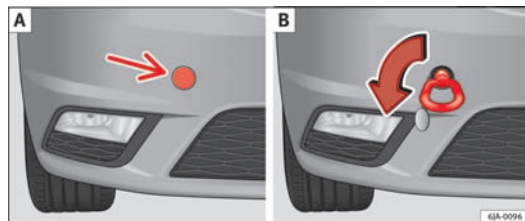

Fig. 138 Forreste stødfanger: Stødfanger: afdækning / Montering af slæbeøj
- Tryk på den venstre del af afdækningen i pilens retning ⇒ Fig. 138 – [A].
- Skru slæbeøjet helt i ved at dreje det mod venstre med hånden ⇒ Fig. 138 – [B].